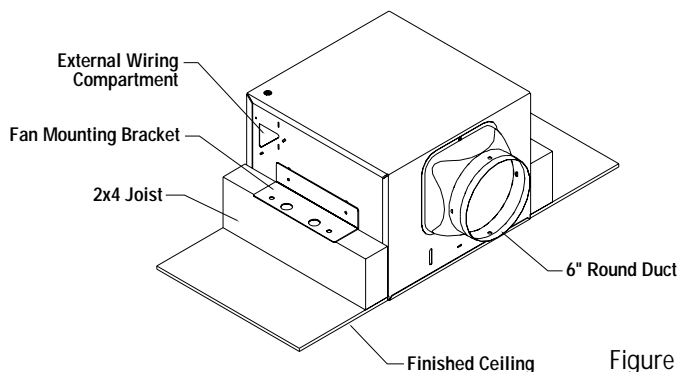
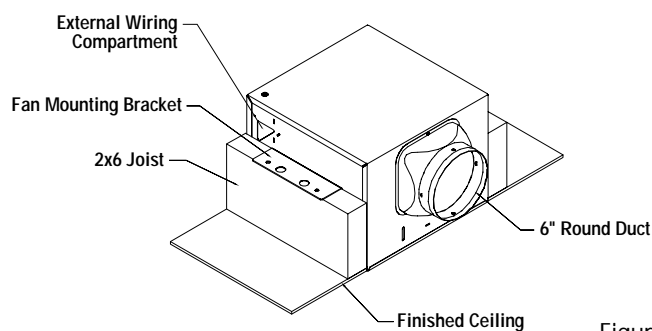
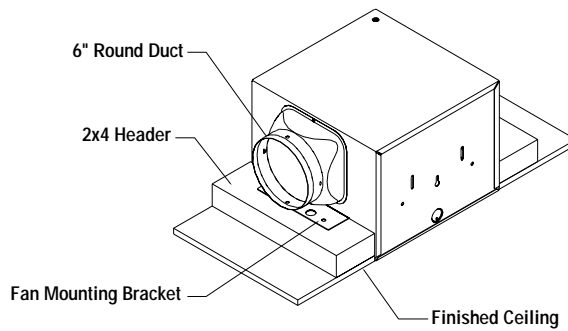
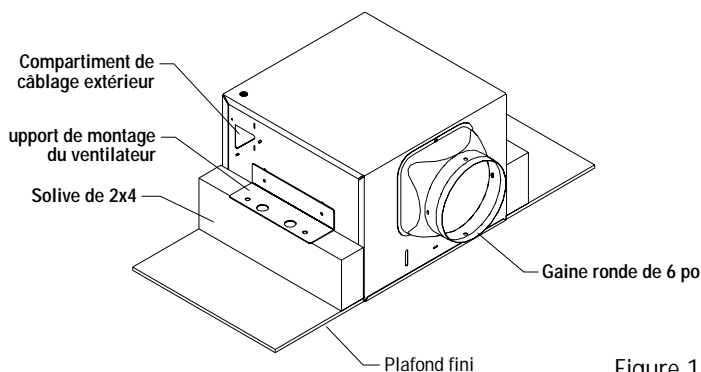

Figure 1
Figure 2
Figure 3
Figure 1
As an added convenience for installation, you do not have to remove the fan's blower assembly in order to install and wire this unit; you can gain access to the fan's wiring via the external wire compartment, shown in fig. 1. If you choose to wire from inside the fan housing, you will have to remove the fan's blower assembly and internal wiring compartment. The blower assembly is secured in place with 2 nuts (8-32).
Select the best location to mount the housing in the ceiling. This fan will require at least 10" of clearance in the ceiling or wall and will mount through drywall up to 3/4" thick. The fan housing can be mounted between 16" on center joists using the two supplied fan mounting brackets. Figure 1 shows housing installation on 16" on center 2x4 joists. Figure 2 shows fan mounting bracket orientation for mounting on 16" on center 2x6 joists (flip the fan mounting brackets.). Figure 3 shows the installation to be used if you have 24" on center joists; you must install 2x4 headers (not supplied) between joists, and install the fan mounting brackets on the front and back of the housing. Before cutting or drilling into any drywall, check the area from above to plan the unit's wiring and duct run. Remember to keep the number of elbows and duct length to a minimum.
5. Determine the required mounting orientation (fig 1, 2, or 3). Secure the housing mounting brackets to the top of the joists or headers.
installer et à câbler cet appareil ; vous pouvez accéder au câblage du ventilateur par le compartiment de fils extérieurs, illustré à la fig. 1. Si vous choisissez de câbler à partir de l'intérieur du carter du ventilateur, vous devrez enlever l'ensemble de souffleur du ventilateur et le compartiment de câblage interne. L'ensemble de souffleur est fixé en place par 2 écrous (8-32).
Sélectionnez le meilleur emplacement pour monter le carter au plafond. Ce ventilateur aura besoin au moins d'un dégagement de 10 po dans le plafond ou le mur et se montera à travers un mur sec d'une épaisseur maximale de 3/4 po. Le carter de ventilateur peut être monté entre les solives à 16 po centre sur centre en utilisant deux supports de montage de ventilateur fournis. La figure 1 montre l'installation du carter sur des solives de 2x4 à 16 po centre sur centre. La figure 2 montre l'orientation du support de montage de ventilateur pour le montage sur des solives de 2x6 de 16 po centre sur centre (inversez les supports de montage du ventilateur). La figure 3 montre l'installation à utiliser si vous avez des solives à 24 po centre sur centre ; vous devez installer des boutisses de 2x4 (non fournies) entre les solives, et installer les supports de montage du ventilateur à l'avant et à l'arrière du carter. Avant de découper ou de percer dans un mur
- Déterminez l'orientation de montage (fig. 1, 2 ou 3). Fixez les supports de montage du carter en haut des solives ou des boutisses.